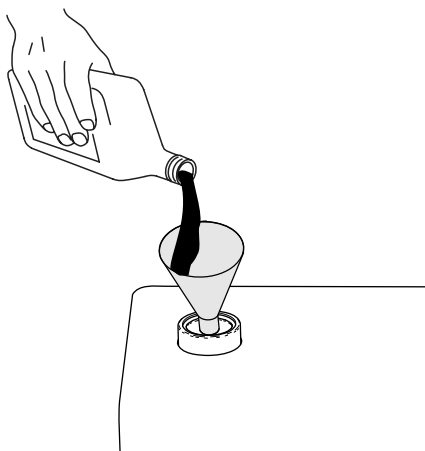

図 113
7. オイル量がディップスティック下側マークよりも少ない場合は、所定の油圧オイルを補給する 図 113。オイル量が 2 本のマークの間に来るまでステップ 4-6 を繰り返す。